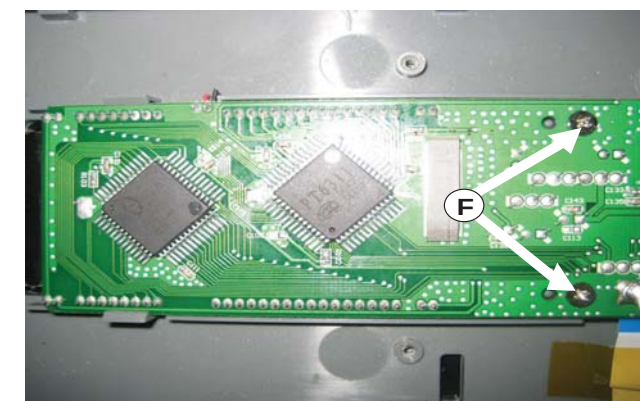

Figura 6
- 1) Solte os 2 parafusos "F" (S2 x 2) para liberar o Painei Display como mostra a figura 6.